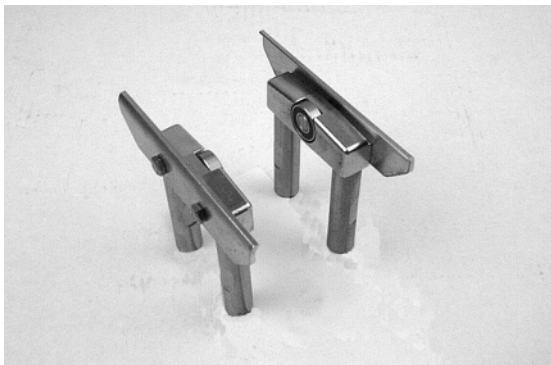

Abbildung 9
1. Typische Bauteile (Abbildung 9)